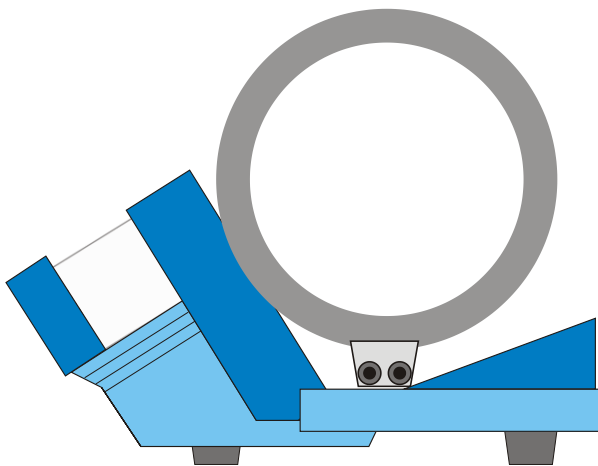

Fig. 1 Aufbau der Spulen für transversales Feld
- Bei Helmholtz-Geometrie  $d = r$  fluchten die äußeren Kanten des Spulenfußes mit den gestrichelten Linien (siehe Fig. 1).